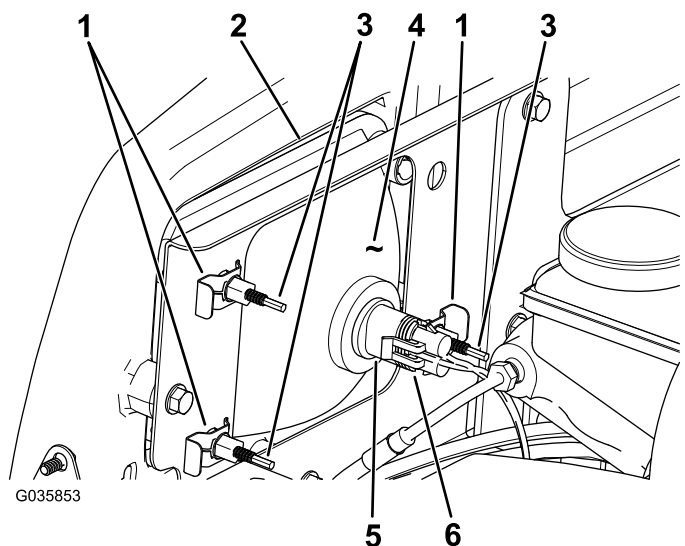

Figure 44
3. Débranchez le connecteur électrique de faisceau du connecteur du phare (Figure 44).
4. Déposez les clips rapides qui fixent le phare à son support (Figure 44).
5. Sortez le phare en le déplaçant vers l'avant à travers l'ouverture dans le pare-chocs avant (Figure 44).
6. Montez le phare neuf par l'ouverture dans le pare-chocs (Figure 44).
8. Branchez le connecteur électrique de faisceau sur le connecteur de l'ampoule (Figure 44).
2. Au dos du phare, tournez les vis de réglage (Figure 44) pour orienter le phare et aligner la position de son faisceau.